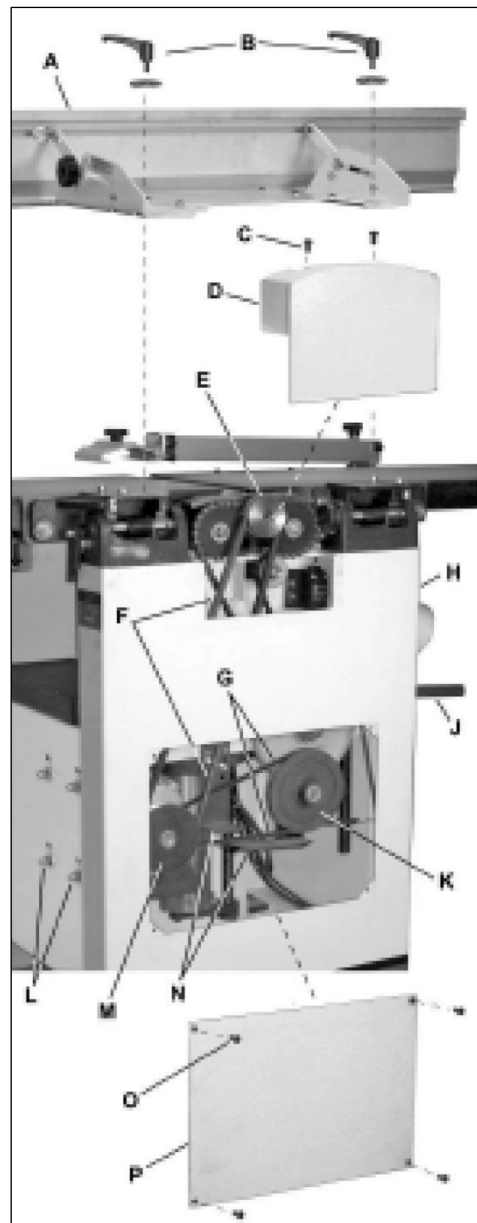

Рисунок 26
- Снимите параллельный упор А сначала ослабив и затем полностью сняв две блокирующие ручки В (рис. 26). Шестигранный ключ на 4 мм может понадобиться.